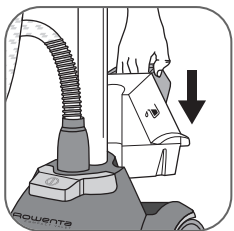

fig. 9
- Remettez le réservoir d'eau en place sur la base de l'appareil **(fig. 9)**.